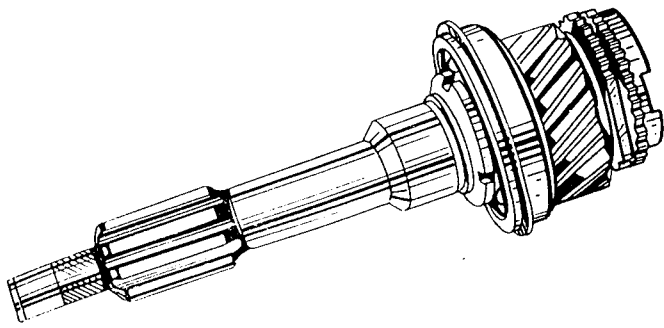

Bild 92. Kupplungswelle, komplett
7. Rollensicherungsring einsetzen. Die komplette Kupplungswelle ist im Bild 92 gezeigt.